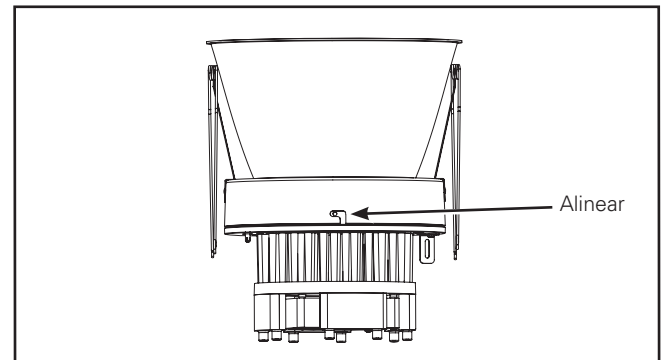

Figura 6.
3. Inserte el motor de la luminaria LED en la moldura inferior. Alinee las ranuras de la moldura con los orificios para tornillos del motor. (Figura 6.)